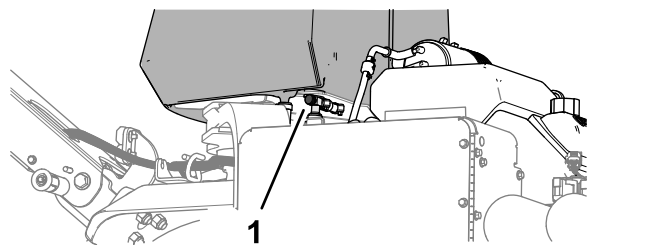

Figura 79
5. Se trasportate o rimessate la macchina, chiudete la valvola di intercettazione del carburante (Figura 79).